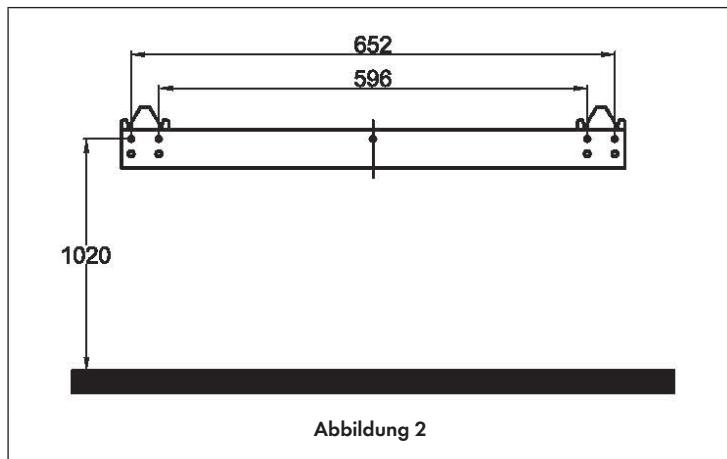

Abbildung 2
- Es wird empfohlen, zwischen der Unterseite des Kamins und dem Boden einen Mindestabstand von 60 cm einzuhalten, damit Sie den Kamin gut im Blick haben (siehe Abbildung 2 für die empfohlenen Maße zur Befestigung).
- Markieren Sie vor der Installation mit einem Bleistift die 5 Schraubenpositionen an der Wand und orientieren Sie sich dabei an den in Abbildung 2 genannten Maßen. Bohren Sie die Löcher mit einem 6er-Bohrer.